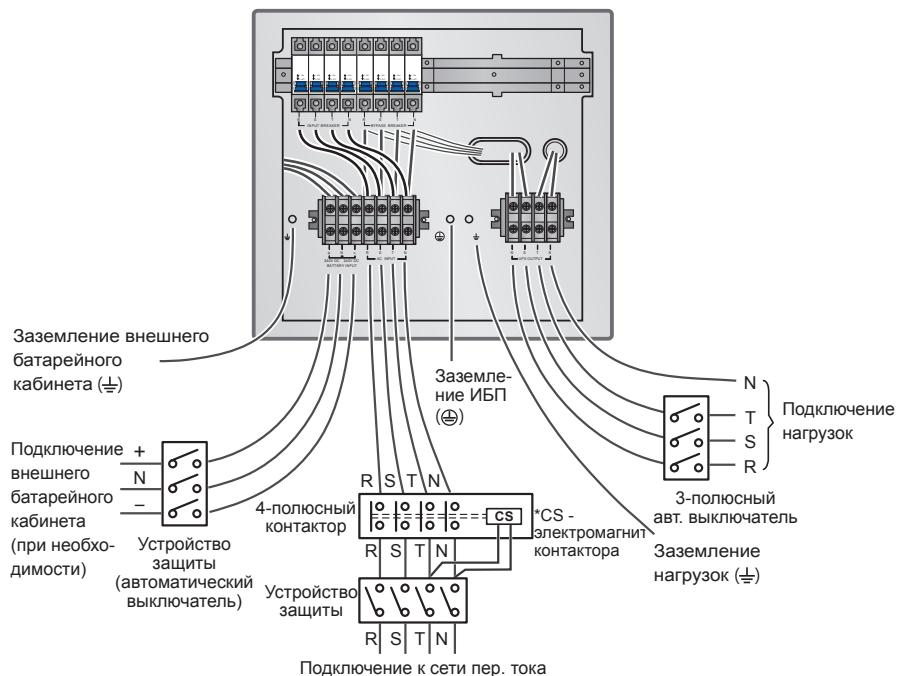

Рис. 6-10. Схема подключения в одиночном ИБП 20 кВА в конфигурации с одним входом
- 6** Подключите к блоку зажимов кабели электросети, выхода и внешнего батарейного кабинета (см. *рис. 6-10 и 6-11*).
- 2** Подключите к блоку зажимов кабели электросети, выхода и внешнего батарейного кабинета (см. *рис. 6-10, 6-11 и 6-16*).